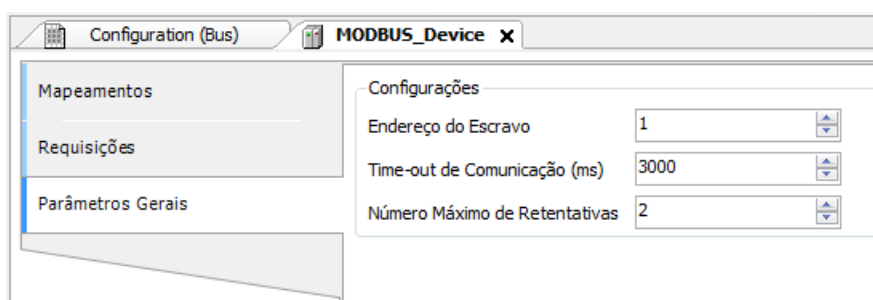

Figura 55: Tela de Configurações dos Parâmetros Gerais do Dispositivo
- Adicionar e configurar dispositivos através da aba Parâmetros Gerais, definindo endereço do escravo, time-out de comunicação e número de tentativas de comunicação como pode ser visto na Figura 55.